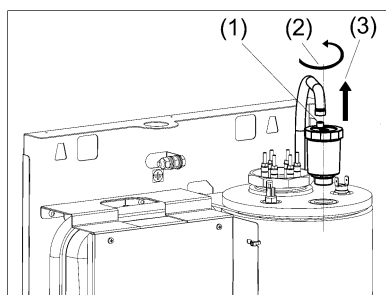

Рисунок 9. Замена воздухоотводчика
- (1) Снимите проволоочный хомут и отсоедините сбросной шланг от штуцера воздухоотводчика (см. рис. 9).